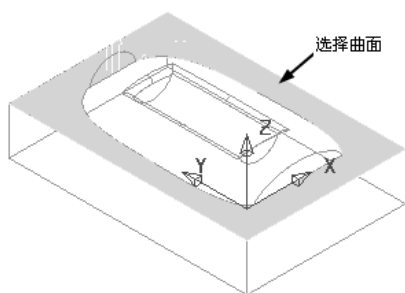

图 3-101 选择曲面 5
2) 选择图 3-101 所示的曲面，然后单击“插入模型”按钮，单击“边界”对话框的“接受”按钮即可完成边界创建。